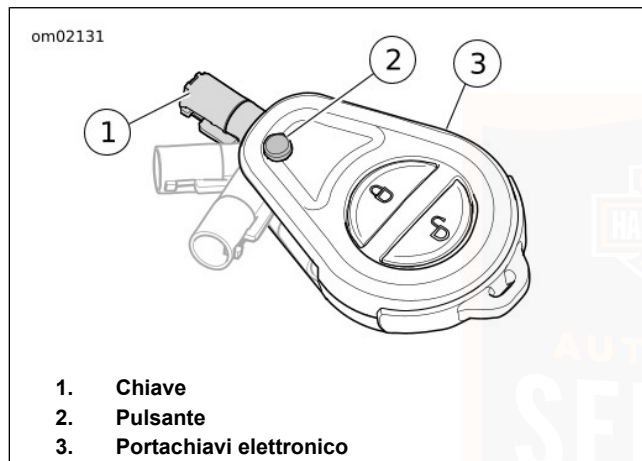

Figura 14. Utilizzo della chiave
Estendere la chiave: vedere Figura 14 . Premere il pulsante (2) per estendere la chiave.